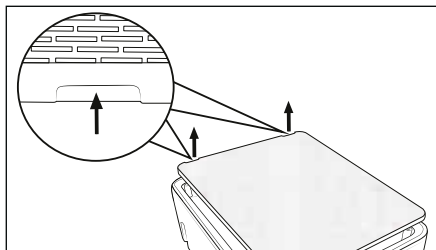

Fig. 5
- ❶ **ATENȚIE!** Deteriorarea aparatului! Nu utilizați substanțe de curățare corozive, abrazive sau cu conținut de solvenți. Acestea pot deteriora suprafețele aparatului.
- ◆ Ștergeți aparatul, suportul ⑪ și picioarele suport ⑫ cu o lavetă ușor umezită. Nu utilizați solvenți sau agenți de curățare care atacă materialul plastic. La nevoie, puneți un detergent delicat pe lavetă și ștergeți apoi cu apă curată.
- ◆ Dați jos capacul ❹ de la concavitățile de pe partea superioară a aparatului (a se vedea fig. 5). Aspirați cu un aspirator capacul ❹ de pe ambele părți. Nu este necesară curățarea filtrului EPA ❸. Fixați din nou capacul ❹ pe aparat astfel încât concavitățile să se afle pe partea superioară a aparatului.